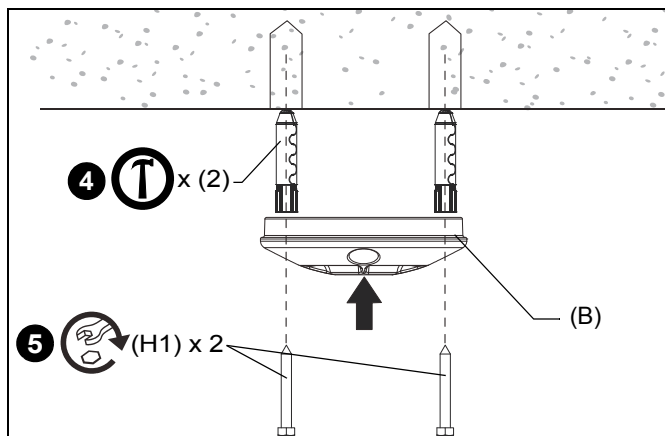

Figura 5
4. Instale duas âncoras de concreto Fischer UX10 ou Toggler AF8 (não incluídas) nos furos-piloto até nivelar com a superfície de montagem. (Consulte a Figura 5)
5. Prenda de forma frouxa a placa de teto (B) à estrutura usando dois (mínimo) parafusos interfragmentários (H1) de 5/16" x 2-3/4". (Consulte a Figura 5)
7. Aperte os parafusos interfragmentários. (Consulte a Figura 5)